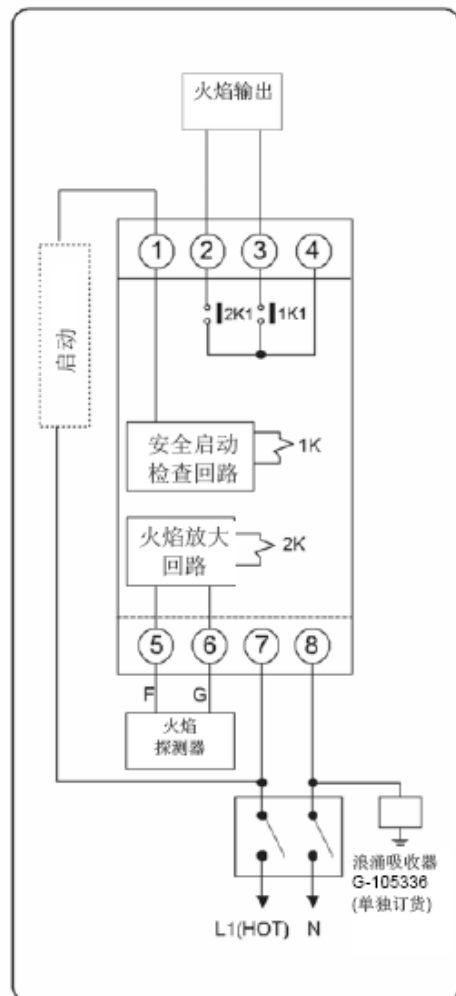

图 5 外接设备接线举例
1) 图 2 是一个典型的接线图示例。端子参照图 5。
① 手动点火 (持续引导火)
② 火焰监测
1. 带持续引导火的手动点火系统 (如图 5-①)